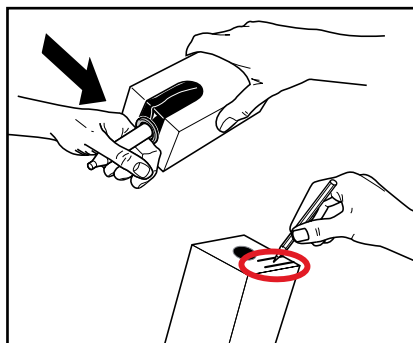

Fig. 19
4. Fjern plastomslaget, og skriv „udløbsdatoen“ på produktpakken (fig. 19).
5. Følg anvisningerne på produktpakken for at åbne doseringsenheden (fig. 19).